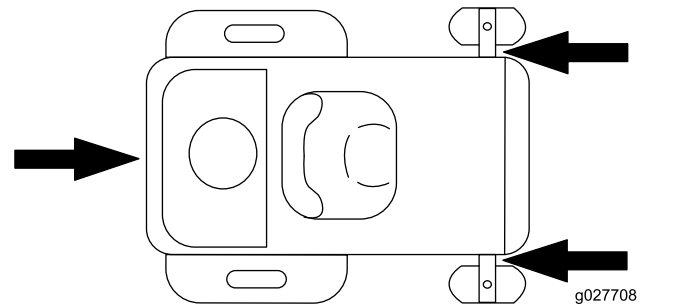

Bild 29
- Befestigen Sie die Maschine sicher mit Riemen, Ketten, Kabeln oder Seilen auf dem Anhänger oder Lkw. Verwenden Sie nur die vorgesehenen Befestigungspunkte am Mäher, wie in Bild 29 dargestellt. Verwenden Sie diese Stellen auch beim Transport des Mähers mit angebautem Zubehör. Die Verwendung nicht gekennzeichneten Stellen kann zu Schäden am Mäher und/oder am Anbaugerät führen.